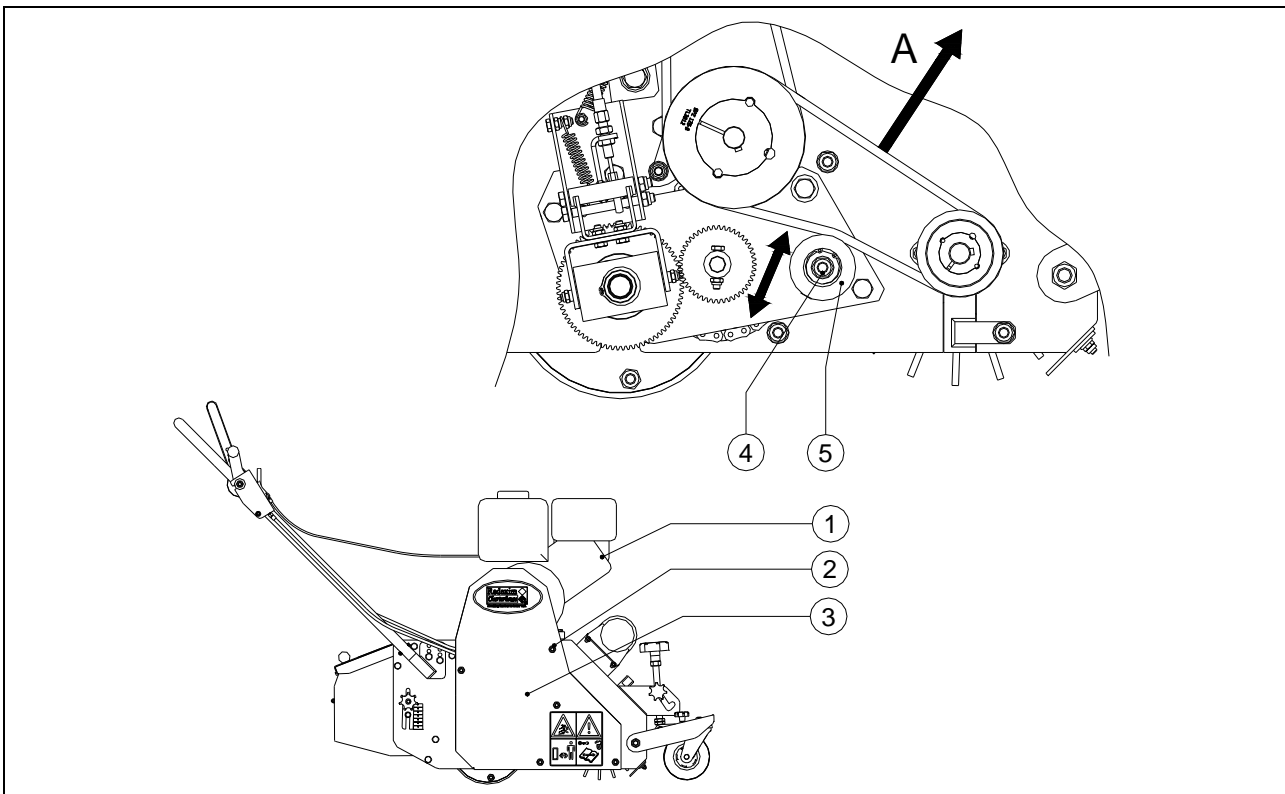

Fig. 17
1. Spanrol voor de aandrijving van de borstel. (Zie Fig 17)
Spanrol voor de aandrijving van de borstel. (Zie Fig. 17)